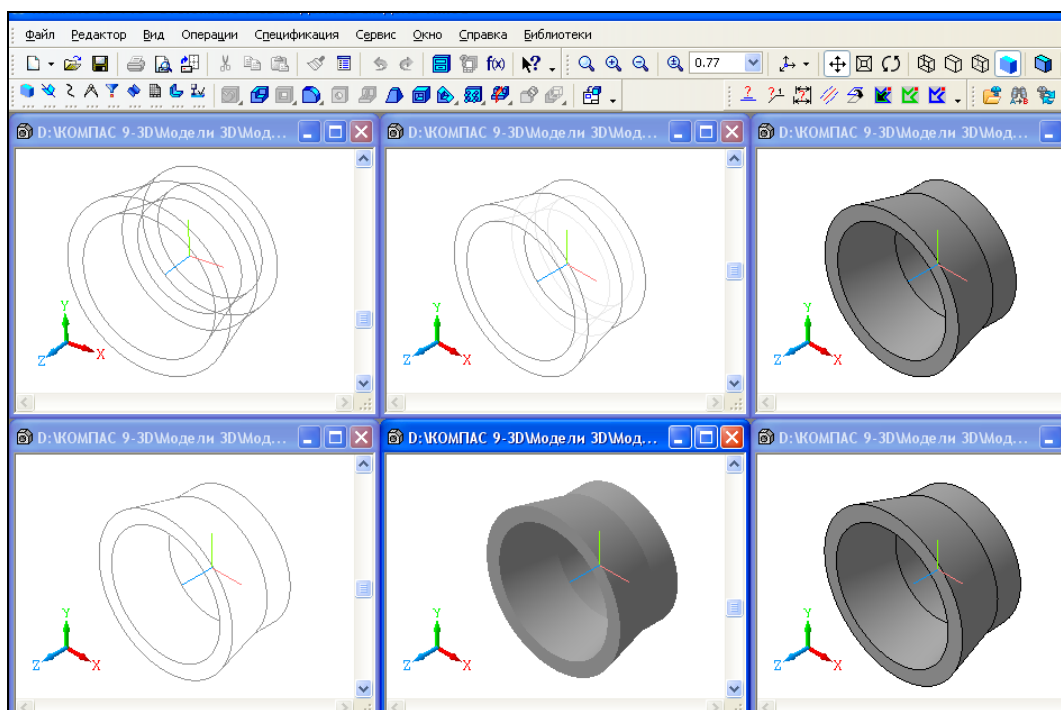

Рис. 16.16. Режимы отображения модели
- ◆ чтобы раскрыть все окна в одном окне, выполните команду **Окно ► Мозаика для текущего документа**. Система раскроет шесть окон (рис. 16.16) с различными режимами отображения модели.